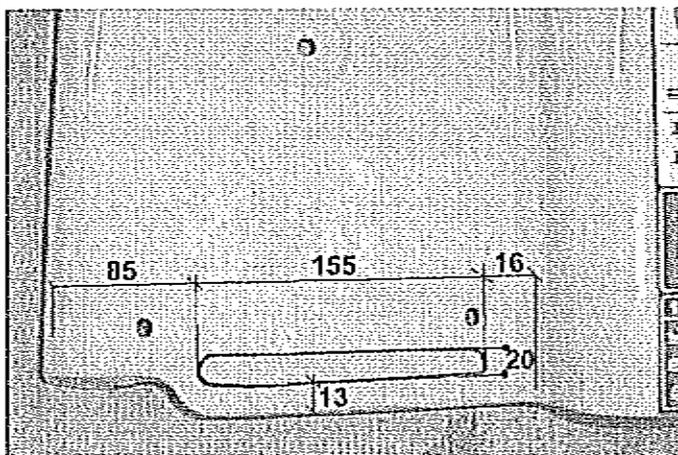

Bild 10
- Schneiden Sie nun die Ausnehmung für den Schalthebel in das Trittbrett (Bild 10)